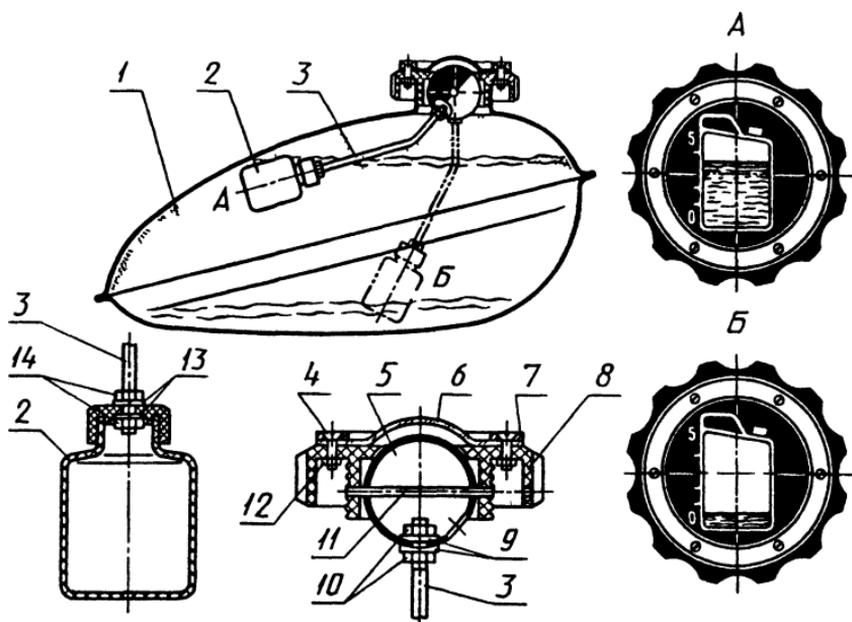

Рис. 10.48
- ▲ Приложение к журналу „Юный техник“ в № 4 за 1987 год дает описание оригинального топливного индикатора – указателя уровня топлива в баке мопеда или мини-мокика (рис. 10.48). Если бак пуст, то поплавок опускается на дно – положение В, и в отверстии (оно имеет очертания канистры) будет видна белая часть шара-указателя (5). В положении А „канистра будет наполнена“. Шкалу можно градуировать в литрах или раскрасить в разные